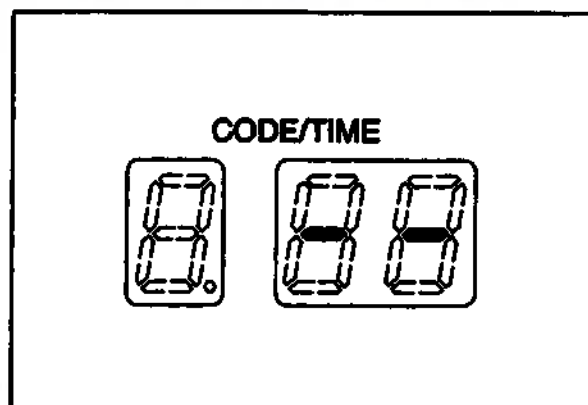

Рис. 5.12
4. После завершения процесса раздаётся зуммерный сигнал и на дисплее «CODE/TIME» отображается знак «---», показывающий завершение процесса (см. рис. 5.12).